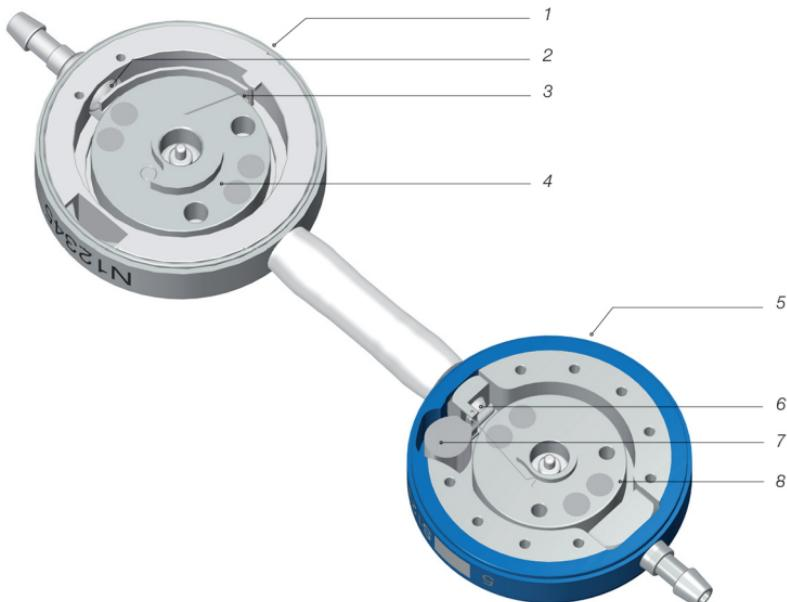

Fig. 1: Secțiune transversală a M.blue plus
M.blue plus este un sistem de valve fabricat din titan. Acesta se compune dintr-o unitate de presiune diferențială (în continuare denumită și proGAV 2.0) și dintr-o unitate gravitațională reglabilă (în continuare denumită și M.blue) (Fig. 1).